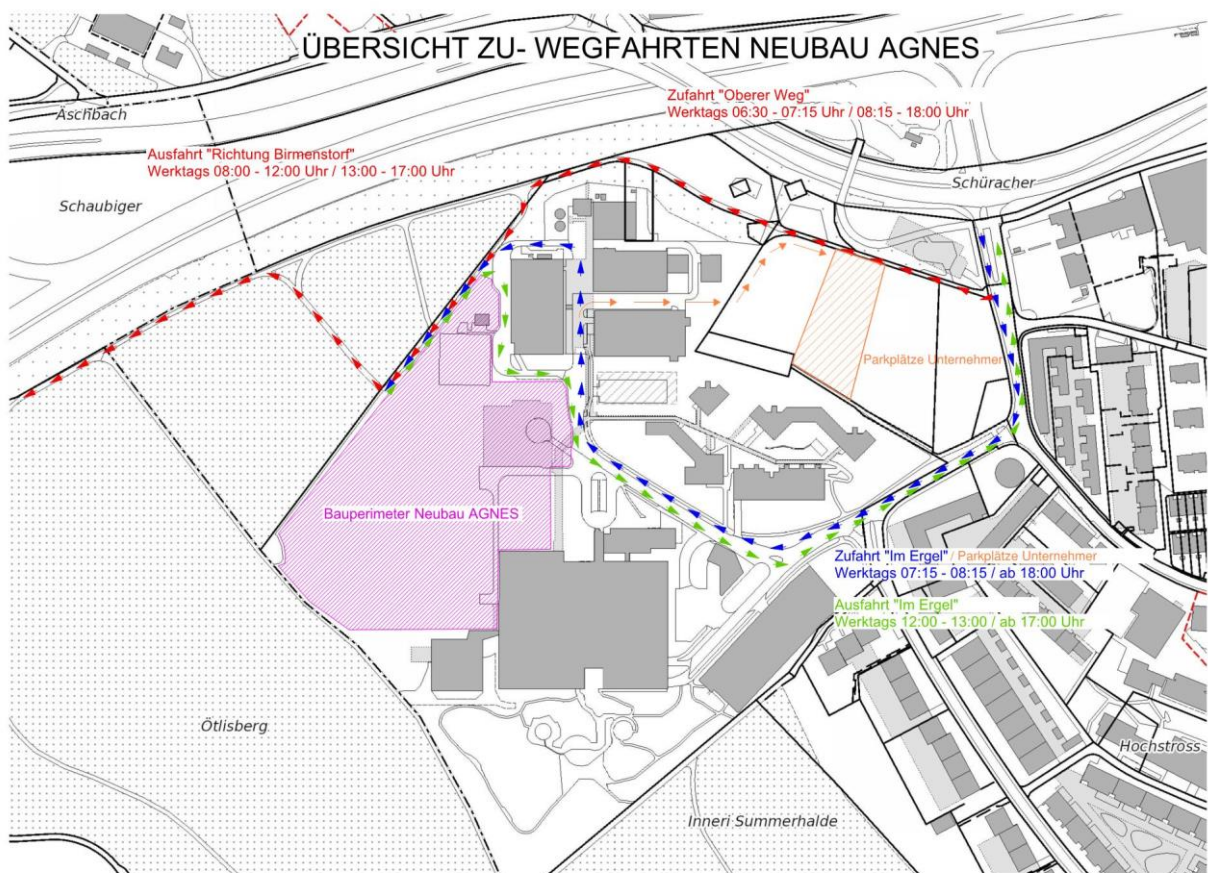

Abbildung 1
**Parkmöglichkeiten für Mitarbeiter siehe Abbildung 1 «Zu- und Wegfahrten».**
Fahrzeuge von Baupersonal müssen zu Lasten des Unternehmers versorgt werden. Die Zufahrt zur Baustelle für Anlieferungen darf ausschliesslich über die gekennzeichnete Baustellenzufahrt erfolgen. (Abbildung 1)
- Parkplätze werden nicht zur Verfügung gestellt. Unternehmerparkplätze siehe Abbildung 1.